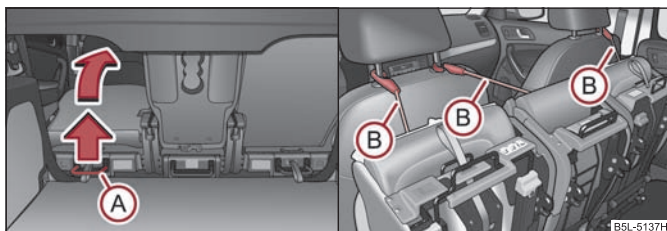

Fig. 69 Abatir el asiento hacia adelante / asegurar el asiento abatido
- Tirar de la palanca ⇒ fig. 69 hacia arriba y abatir después el asiento completamente hacia adelante.
- Asegurar el asiento abatido con ayuda del cinturón de fijación (B) en una barra guía del reposacabezas del asiento delantero ⇒ fig. 69.